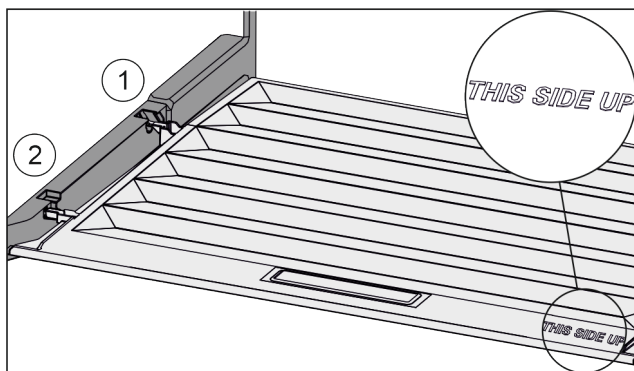

Fig. 136
- Introduire les rainures du couvercle par l'orifice du support arrière Fig. 136 (1) et les enclencher à l'avant dans le support Fig. 136 (2).